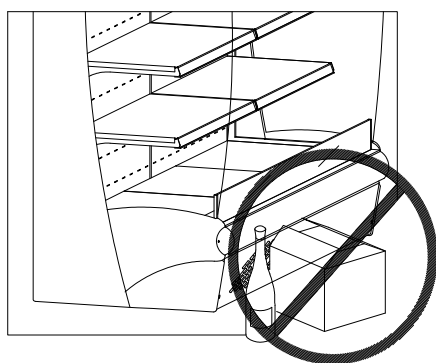

Рис.12
**НЕ оставлять предметы перед защитной решеткой конденсатора, это может привести к плохому функционированию холодильной витрины. (Рис.12)**